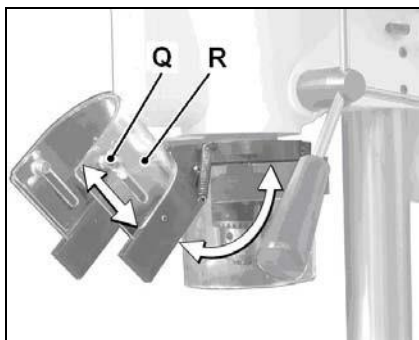

Рис.4
После ослабления винта (Q, Рис. 4) прозрачную защиту (R) патрона можно опустить вниз.